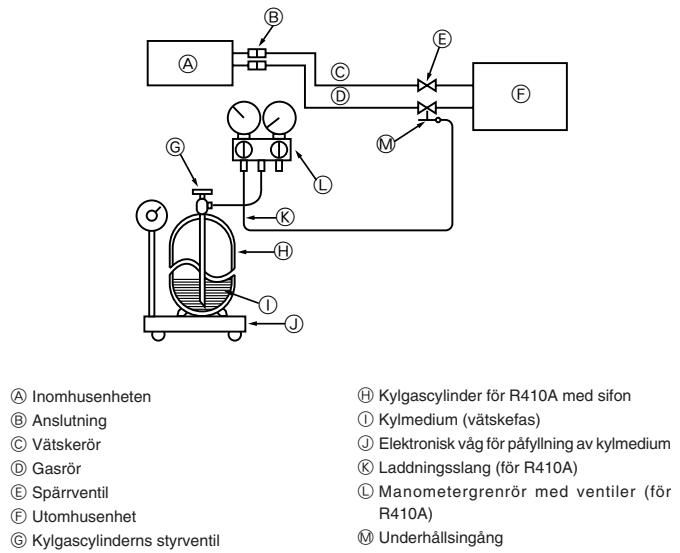

Fig. 11-1
11.1. Gaspåfyllning (Fig. 11-1)